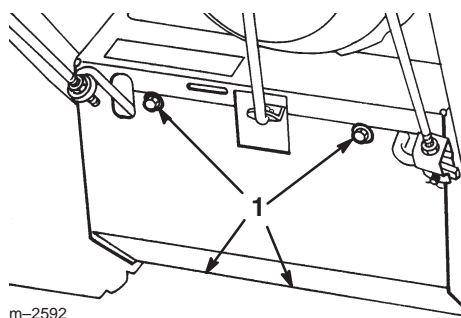

Figure 25
4. Retirez les quatre boulons à embase qui assujettissent la plaque de protection inférieure au châssis, et déposez la plaque (Fig. 25).
8. Retirez les quatre boulons à embase qui assujettissent la plaque de protection inférieure au châssis, et déposez la plaque (Fig. 25).
5. Retirez les quatre boulons à embase de fixation de la plaque de protection inférieure et déposez la plaque (Fig. 25).